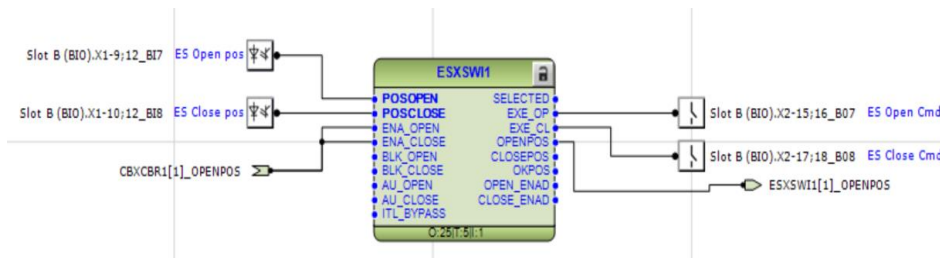

Imagen 102_Bloque ESXSW1 con conexión en 4 entradas y 3 salidas.
2.2.27 Ahora realizamos la conexión de una variable a la salida del bloque, dando clic derecho en “OPENPOS” posteriormente seleccionando “Connect - New Variable”, nos arrojará una ventana donde solo daremos clic en “Select” como se observa en la **Imagen 102**.